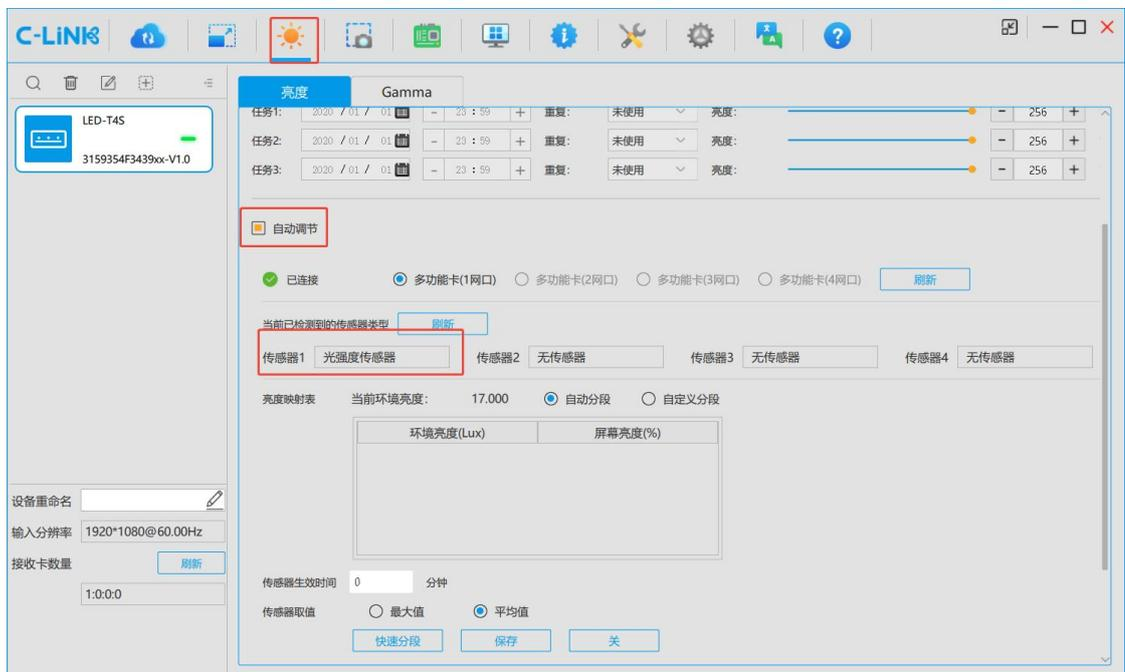

图 11-5 自动亮度
- 步骤 5 设置亮度传感器（点击亮度选项----自动调节）如图 11-5